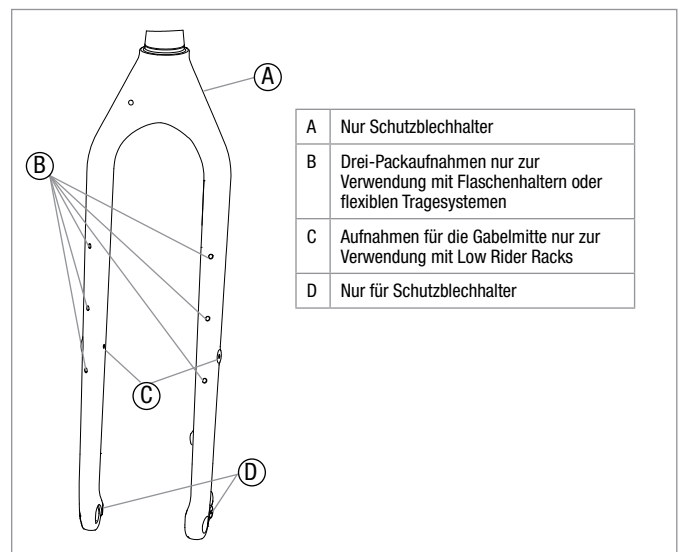

Abbildung 13
Stellen Sie sicher, dass Ihre Gabel trägerkompatibel ist. Siehe Abbildung 13 für zugelassene Befestigungsstellen an der Gabel. Folgen Sie den Installationsanweisungen des Trägerherstellers. Achten Sie darauf, dass gesamte mit dem Träger gelieferte Befestigungsmaterial zu verwenden.
**▲ WARNUNG:** Montieren Sie den Träger nicht an andere Gabelaufnahmen, als die in Abbildung 13 gezeigten. Fehler bei der Trägerinstallation können einen Unfall und schwere Verletzungen zur Folge haben.